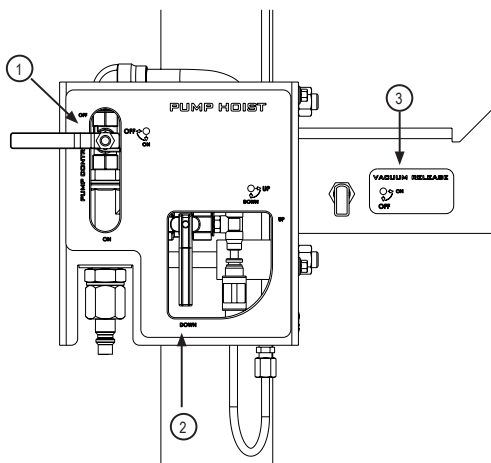

Fig. 11
1. Start the pump by placing the "Pump Control" valve in the "ON" position (1) (fig. 11).
4. Move the control cabinet lever to the "UP" position (2) (fig. 11). Only with follower plate model, open the vacuum release valve, a current of air enters the drum to push the inductor plate (3) (fig. 11).
6. Only for follower plate model: close the vacuum released valve (3) (fig. 11).
1. Starta pumpen genom att vrida ventilen "Pump Control" till läge "ON" (1) (fig 11).
4. Vrid ventilen (2) (fig 11) till läge "UP". Om enheten är utrustad med följelock, vrid vakuumentilen (3) för att samtidigt blåsa in luft i fatet för att underlätta lyftningen av fatet.
6. Stäng vakuumentilen (3) (fig. 11).